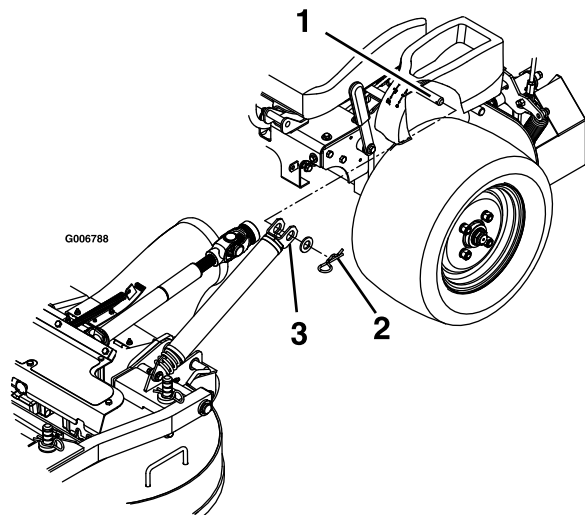

Figura 75
3. Rimuovete coppie e rondelle nella parte superiore della molla di sollevamento assistito del piatto su ciascun lato della macchina (Figura 75).
9. Montate le molle sui relativi perni di ancoraggio sotto le consolle di sinistra e destra e fissatele con una rondella e una coppiglia (Figura 75).